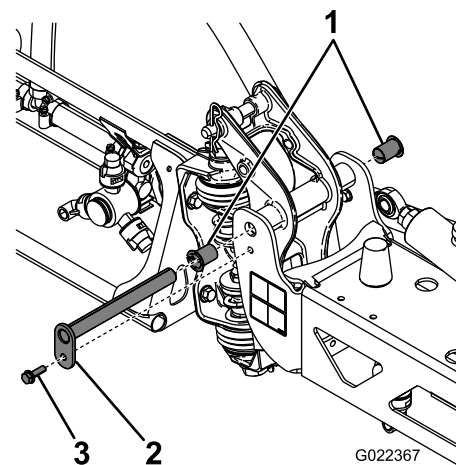

Bild 41
3. Wenn das Gewicht des Auslegers abgestützt ist, nehmen Sie die Schraube und die Mutter ab, mit denen der Lagerbolzen am Ausleger befestigt ist (Bild 41).
6. Nehmen Sie die Nylonbüchsen vorne und hinten an der Schwenkhalterung ab und prüfen Sie sie (Bild 41).
8. Montieren Sie den Ausleger und die Schwenkhalterung im mittleren Rahmen und richten Sie die Öffnungen aus (Bild 41).